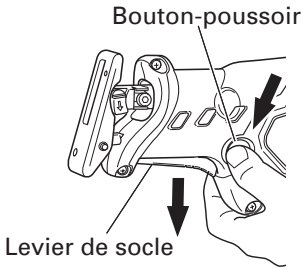

Fig. 12
- (1) Appuyez sur le bouton-poussoir. Ce faisant, le levier du socle sort pour permettre de préparer le socle pour le réglage. (Fig. 12)